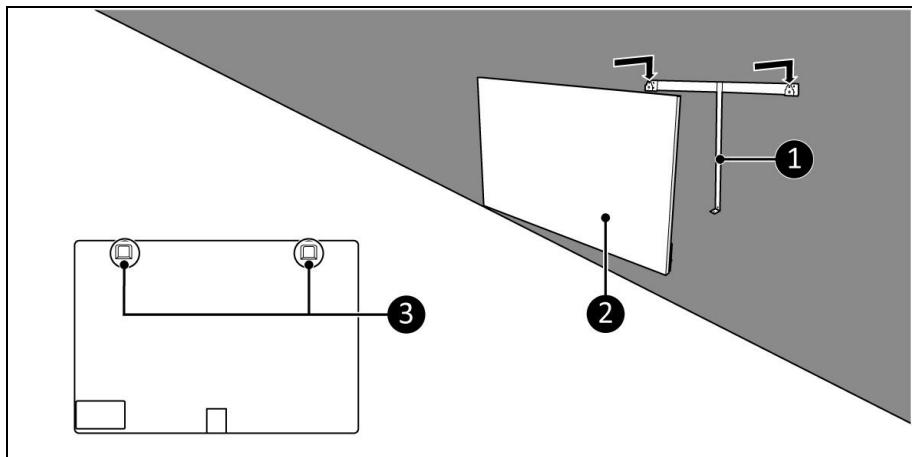

Figur 6
- Anbring enheden med en minimumsafstand (figur 6) på: